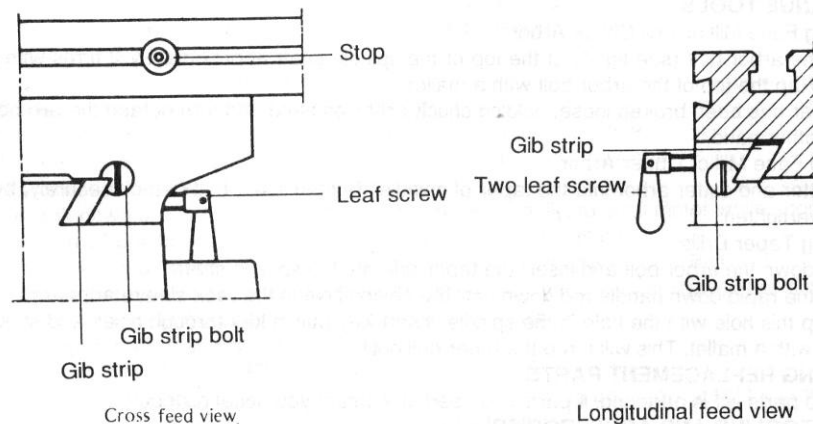

Fig.3.
8. Ajustage de la rigidité de la table et compensation d'usure (voir Fig.3)
9. Fixer la base de table et la base de la machine (Voir fig.3)